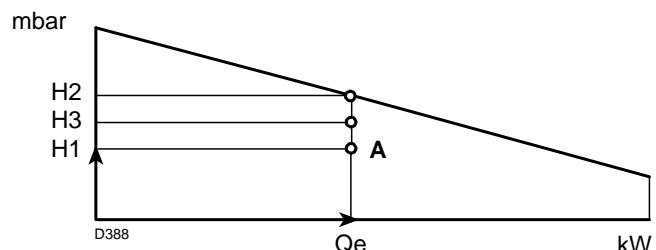

Fig. 3
punt A)(Fig. 3) dat binnen het werkingsveld moet liggen
- Als H3 groter is dan H1, zoals in Fig. 3, dan kan de brander het vereiste vermogen leveren.